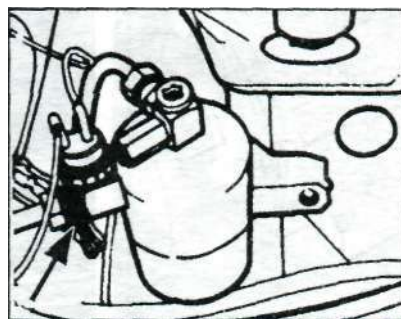

Рис. 1.2.37 Расположение смотрового окна для контроля за уровнем жидкости в системе кондиционера
- При неработающем двигателе и выключенном зажигании отсоедините провода от датчика давления кондиционера (датчик находится в моторном отсеке, рядом с резервуаром кондиционера — **рис. 1.2.37**). Осторожно протрите смотровое окно резервуара.